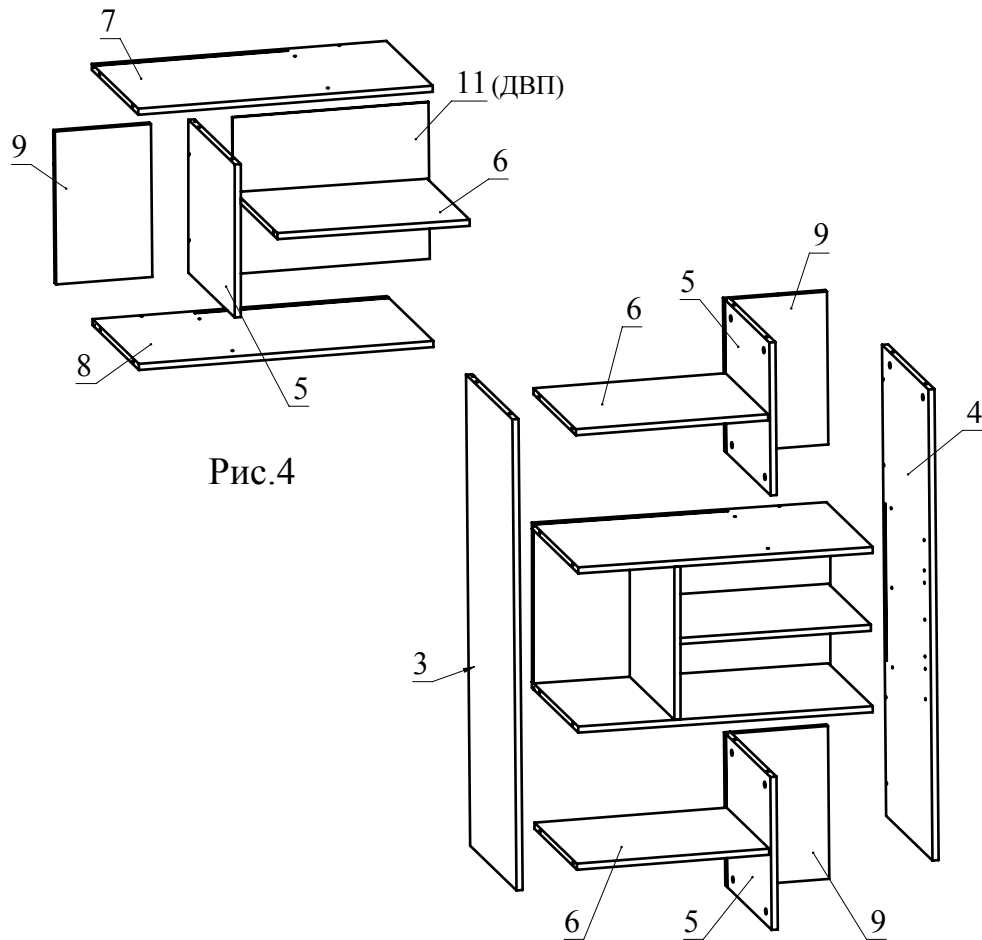

Рис.4
3. Соедините детали согласно схеме (Рис. 4). Зафиксируйте, повернув конфирматным ключом головки минификсов по часовой стрелке до упора. Вставьте заднюю стенку 11 из ДВП в пазы деталей 5, 7, 8 (Рис. 4).